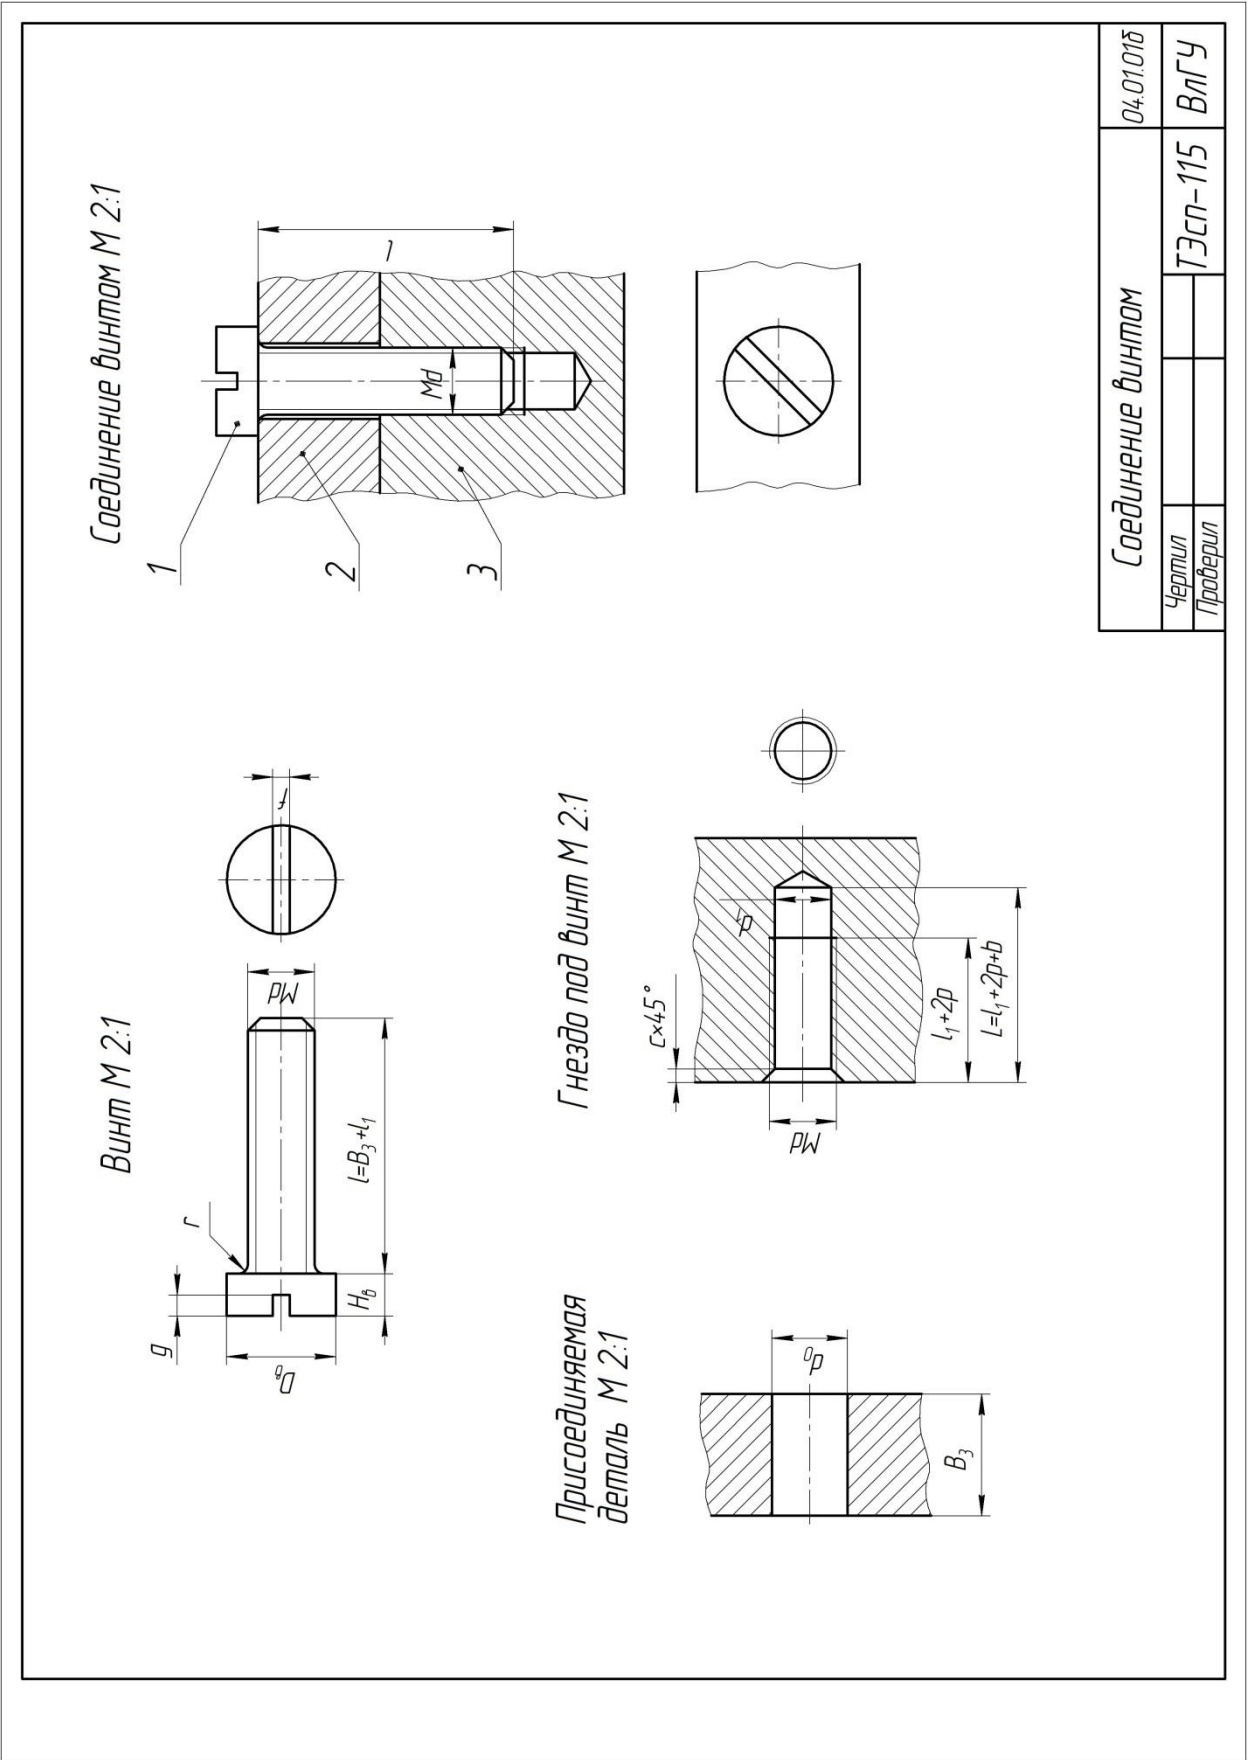

Рисунок 14.
представлен на рис. 14.
2. Рассчитывается длина винта и размеры гнезда под винт (рис. 14). Номинальный диаметр резьбы d и толщина присоединяемой детали B берется по индивидуальному варианту из таблицы 2. Длина ввинчиваемой части винта l_1 рассчитывается по заданному материалу детали $l_1 = d$ (сталь), или $l_1 = 1,25 d$ (чугун), или $l_1 = 2d$ (легкий сплав) (табл. 2). Размеры остальных элементов винта и гнезда под винт берутся из соответствующих справочных таблиц.